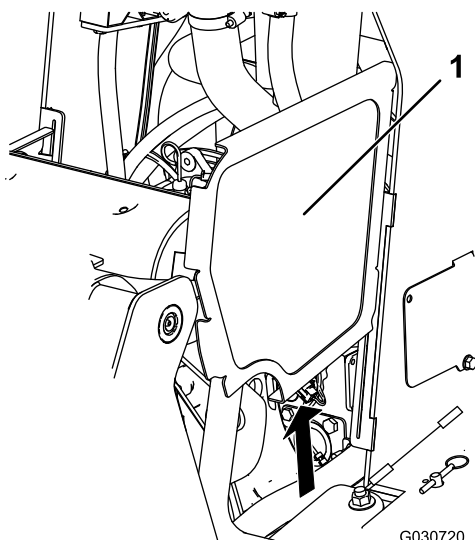

図 37
2. サイドスクリーンを上にもスライドさせて図 37 前スクリーンとフレームのスロットから外す。